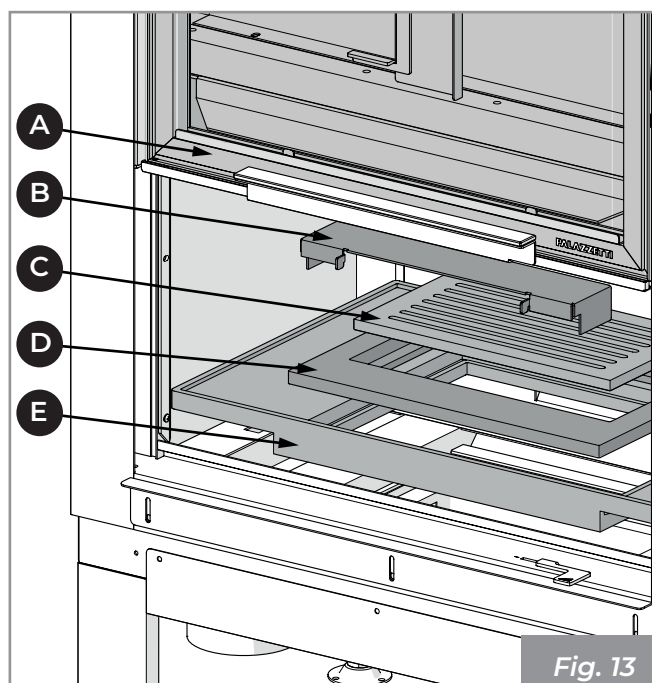

Fig. 13
- 1) Ouvrir la porte (A) en la poussant vers le haut.
- 2) Soulever et extraire le déflecteur air de combustion (B), la grille (C), le support de la grille (D) et le brasero (E) (Fig. 13).